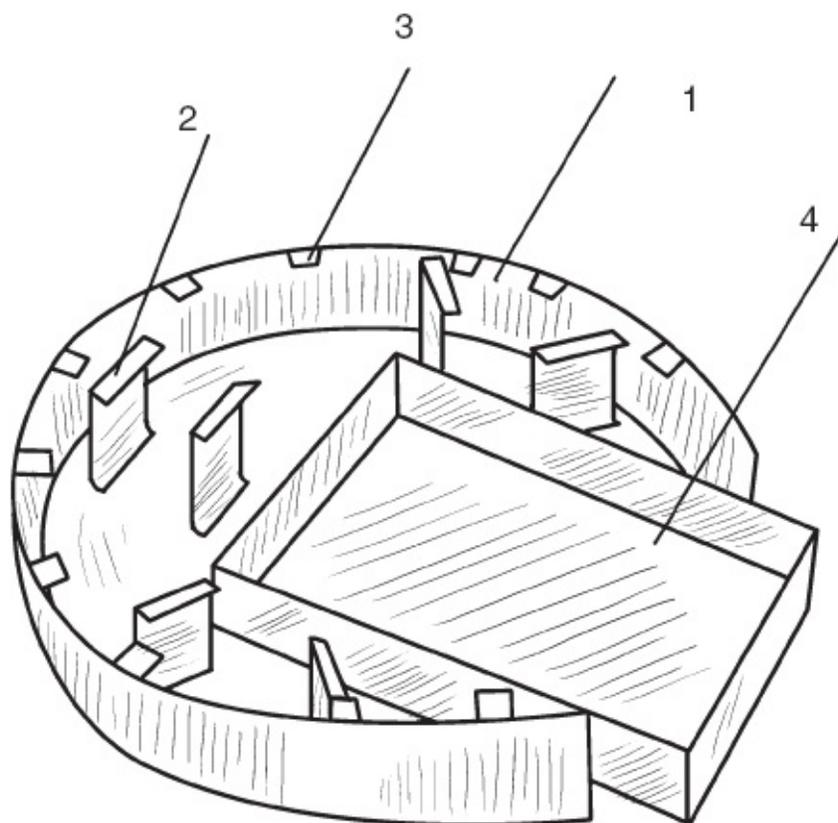

Рис. 63. Золевая камера в готовом виде:
9. Приклепайте уголки к боковой стенке зольника (рис. 63).